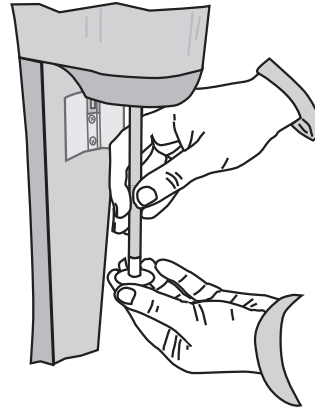

Fig. 4
- 9 Para cambiar el agitador, sujetar con una mano el eje del motor y con la otra desenroscar el agitador (Fig. 4).